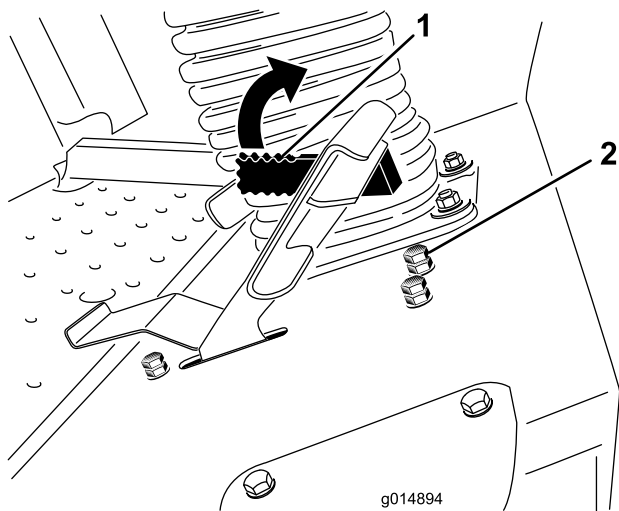

図 52
速度リミッタレバー（図 52）を前側に倒すと、運転中の最高速度を制限することができます。
3. 速度リミッタ・ストップボルトのジャムナットをゆるめる (図 52)。